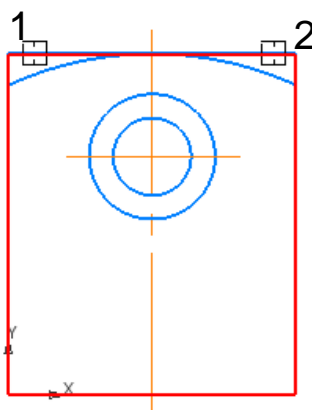

Рисунок 8
- Щелкните мышью по удаляемым участкам линий (курсоры 1 и 2).(рисунок 8)